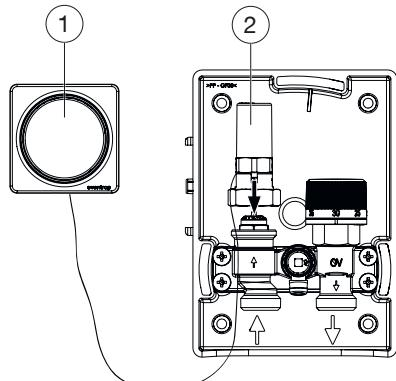

Abb. 10: Thermostat mit Fernversteller montieren
3. Schrauben Sie den Stellkolben (siehe Abb. 10 auf Seite 13 (2)) auf das Ventil. Führen Sie das Kapillarrohr nach unten.